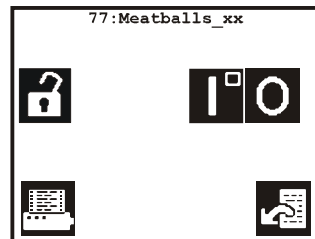
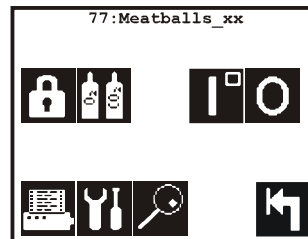

Fig. 12. Gesperrt
Fig. 13. Nicht gesperrt
Das TGC-2 hat eine Kennnummer-Funktion, mit der alle Menüs gesperrt werden können, in denen das Gerät konfiguriert/eingestellt wird oder in denen Einstellwerte abgelesen werden. Wenn mit  zum Hauptmenü gewechselt wird, ist sofort zu erkennen, ob das Modul gesperrt ist (Abb. 12.) oder nicht (Abb. 13.).
Die Kennnummer wird durch Drücken von  auf Abb. 13 aktiviert. Der Bildschirm wechselt jetzt - siehe Abb. 12 - und das Gerät ist gesperrt.
2.  drücken - der Zahleneingabe-Bildschirm erscheint, und die Kennnummer muss eingetastet werden. Wenn die Kennnummer eingetastet ist und mit  zurückgegangen wurde, ist sofort zu sehen, ob die korrekte Kennnummer eingetastet wurde. Wenn der gleiche Bildschirm wie vorher erscheint, Abb. 12, war die Kennnummer verkehrt; erscheint Abb. 13, war sie korrekt.